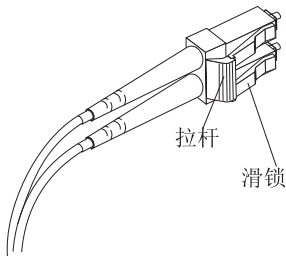

图 23. LC-LC 光纤通道电缆拉杆和滑锁
1. 如第 37 页的图 23 中所示，在 LC-LC 电缆连接到 SFP 模块或主机总线适配器的一端，按住拉杆以松开滑锁。